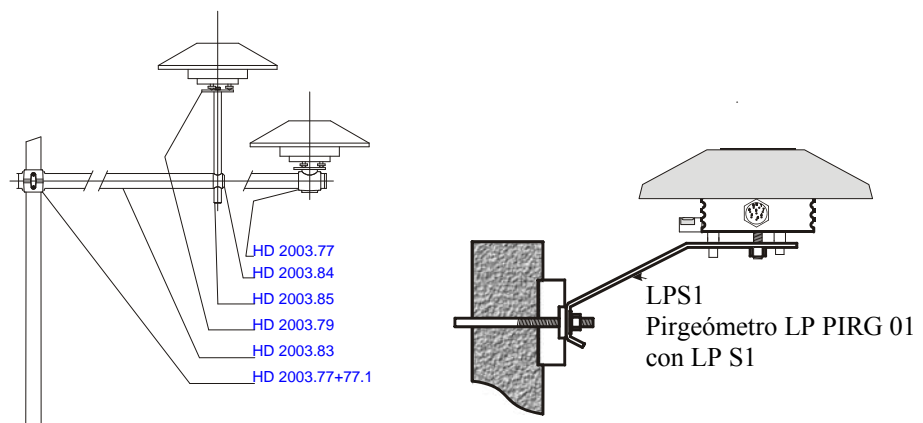

Figura 3
- El soporte LP S1 (Figura 3), suministrado, si pedido, como accesorio, permite un fácil montaje del pirgeómetro en un mástil. El diámetro máximo del poste al que se puede fijar el soporte es de 50 mm. Para fijar el pirgeómetro al soporte, quitar la pantalla, desatornillando los tres tornillos, fijar el pirgeómetro y después de la instalación, volver a a colocar la pantalla blanca.